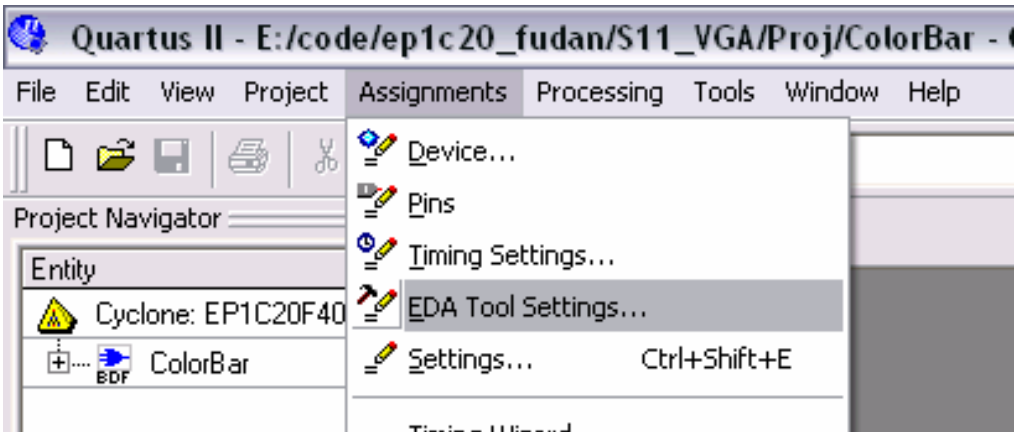
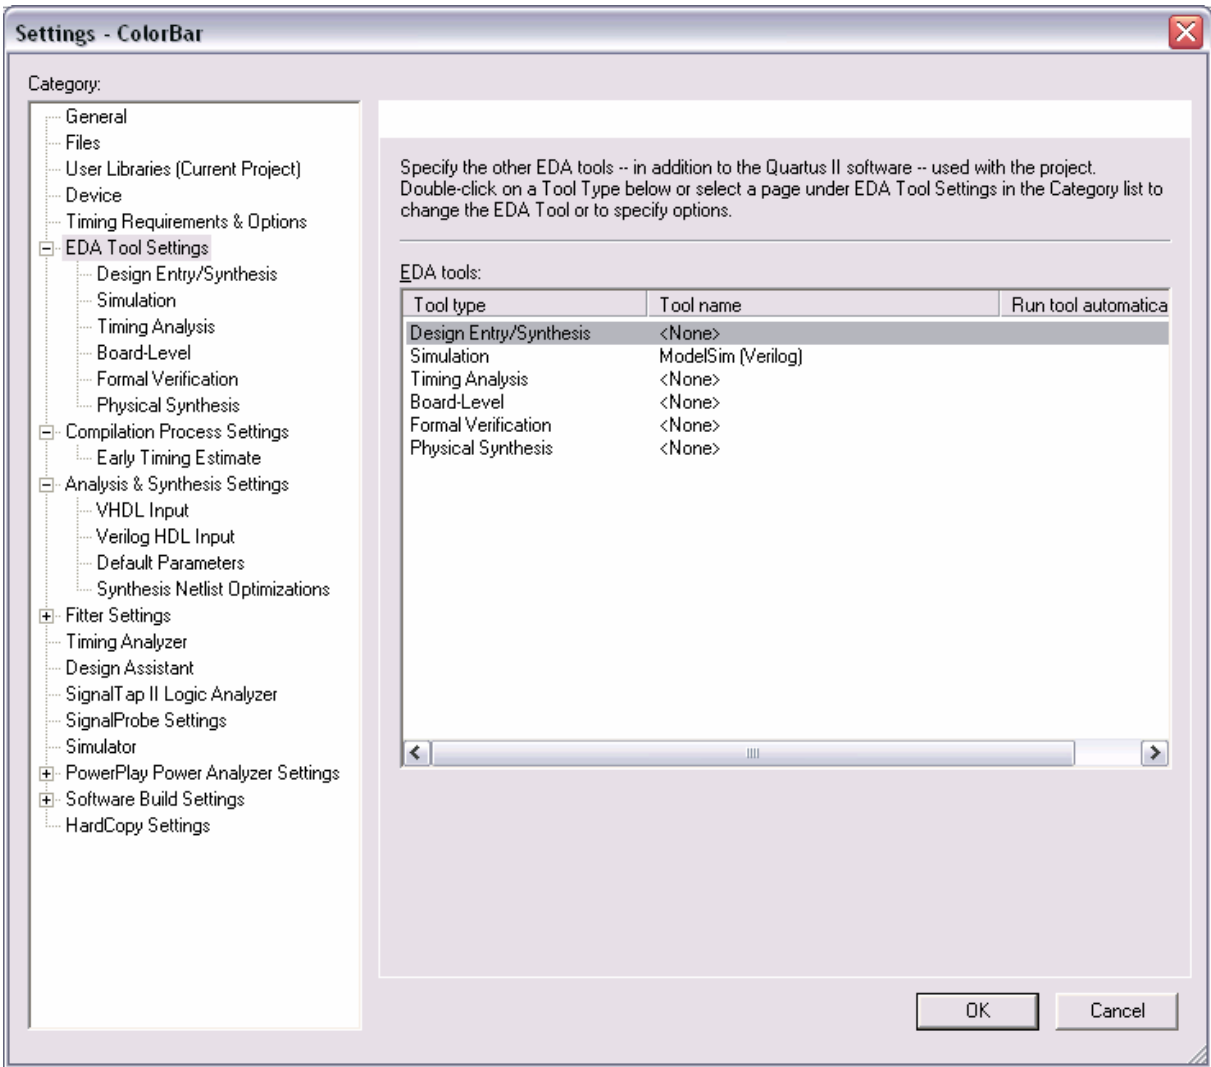

图 3.1
图 3.2
1. 在 Quartus2 中正确设置仿真工具：如图 3.1 所示，点击 Quartus2 的 Assignment 菜单下的 EDA Tools Settings，进入图 3.2。在图 3.2 中，点击 EDA tool type，再在 Tools Settings 的下拉菜单中，根据你所使用的语言与 Modelsim 的版本，作相应的选择。